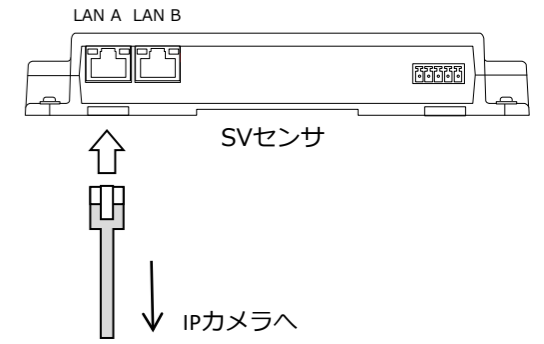

図6 SVセンサへのLANケーブルの接続
- (1) モバイルパックのプラボックスとIPカメラのハウジング等を繋いでいる配線管にLANケーブルを通す。
- (2) モバイルパックのSVセンサ側面のLANポートにLANケーブルを接続する。(図6)